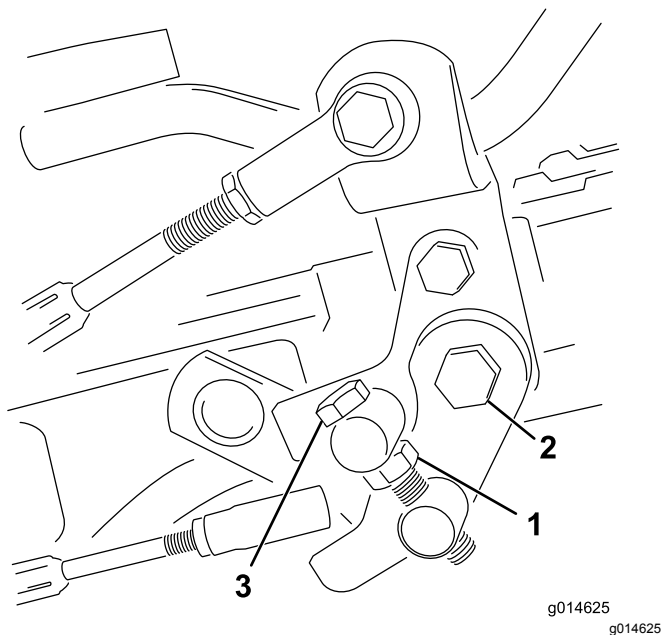

图36
1. 松开枢轴螺栓上的锁紧螺母 图36。
4. 上紧枢轴螺栓上的锁紧螺母和踏板枢轴上的螺母锁定调整 图36。检查调整情况并按需要调整。